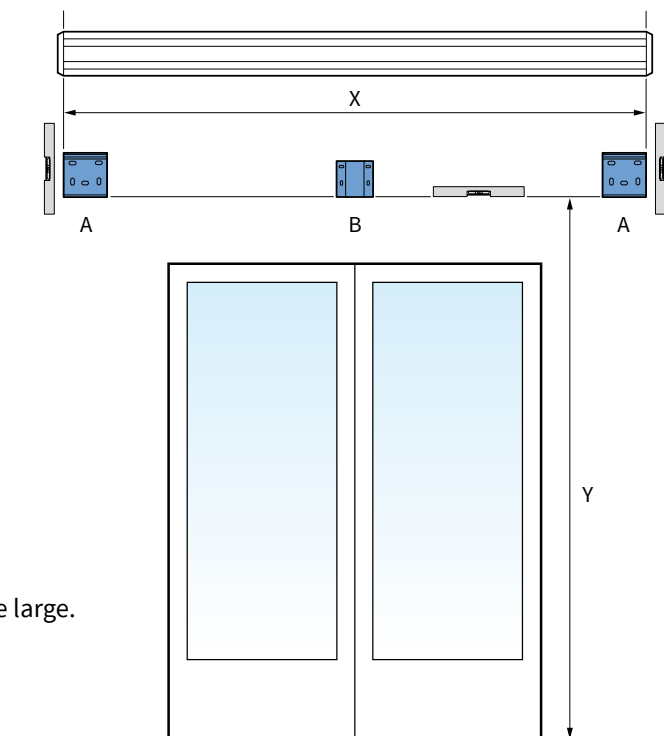

fig. 1.1 Fixation des appuis muraux
Dessinez sur le mur l'emplacement des trous de forage pour les appuis muraux (A), et pour l'éventuel support central (B). Ces trous doivent être alignés tant horizontalement que verticalement, selon les dimensions X et Y de la figure 1.1.